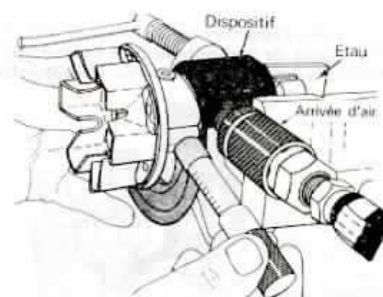

Fig. 30.
a) Sur pompe « DM 2 » (fig. 30).
— Ouvrir l'air comprimé (2,8 à 7 bars), tourner le rotor pour obtenir l'écartement maximal des galets (butée sur la lame ressort, fig. 30 bis).
— A l'aide d'un micromètre (25-50 mm), mesurer l'écartement obtenu et le comparer avec la fiche d'essais (sans tolérance). Corriger au besoin cette valeur en agissant (1) sur la vis de réglage (fig. 30 bis).
Fig. 30 bis.